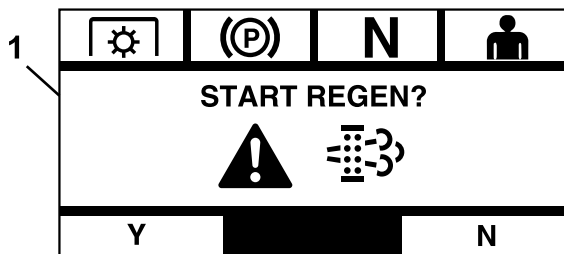

Figura 13
- Si selecciona Y (sí), el módulo le pide que inicie el proceso de regeneración (Figura 13).